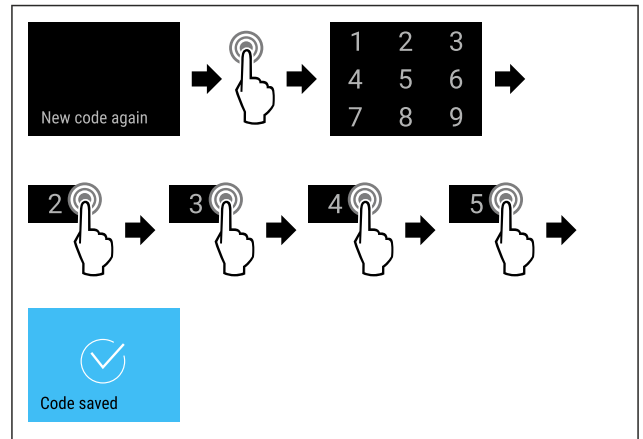

Fig. 86
- ▶ Hajtsa végre a művelet lépéseit (lásd Fig. 86).